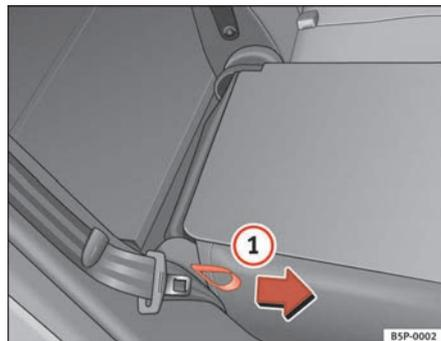

Fig. 98 Ribaltamento in avanti o all'indietro dello schienale dei sedili posteriori
- Tirare la maniglia flessibile posta nella parte laterale del sedile ⇒ fig. 98 ①.